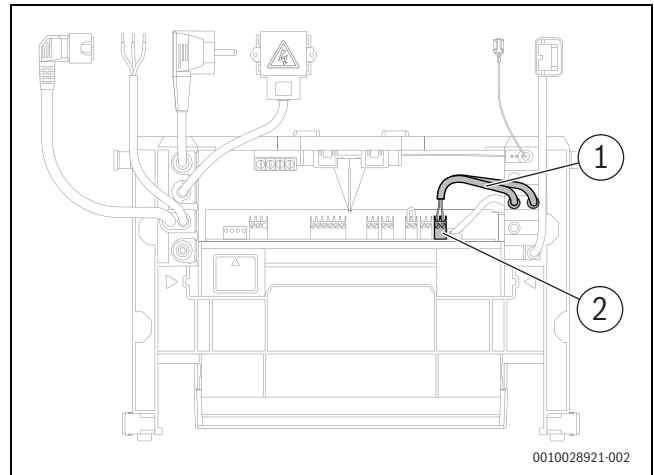

Bild 130 EMS-BUS-Kabel des Solarmoduls SM100 und der Bedieneinheit auf der Niederspannungsseite anschließen
- ▶ Die Doppel-Zugentlastung mit den beiden EMS-BUS-Kabeln in die Aufnahme am Steuergerät einsetzen (→ Bild 130, [1]).
- ▶ Stecker mit den beiden Kabeln am BUS-Steckplatz anschließen (→ Bild 130, [2]).